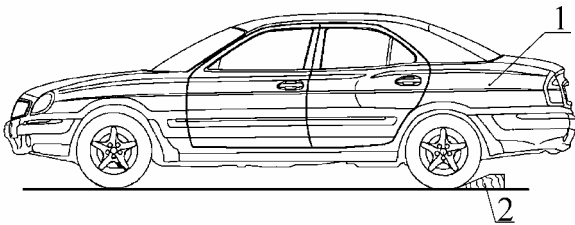

Рис.1. Установка автомобиля:
4.1. Установить автомобиль 1 (рис. 1) на место проведения работ по замене кузова, установить рычаг КПП в нейтральное положение, затормозить автомобиль стояночным тормозом, установить под задние колеса два противооткатных упора 2, открыть капот и багажник (упоры 20Ю-3901296).